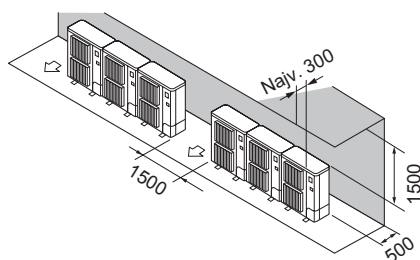

Fig. 2-13
- ② Prepreke samo na stražnjoj strani i odozgo (Fig. 2-13)